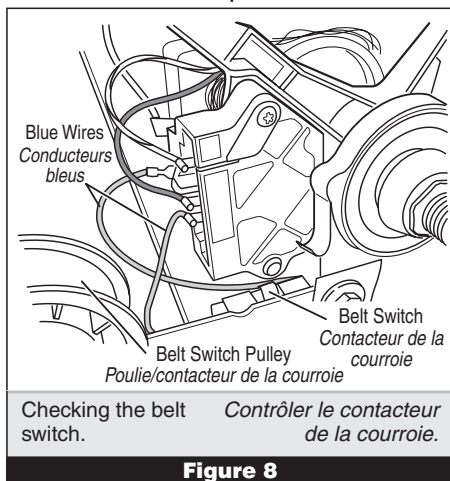

Figure 8
8. Check the belt switch by measuring resistance between the two blue wires, as shown in figure 8, while pushing up the belt switch pulley.
8. Contrôler le contacteur de la courroie : mesurer la résistance entre les deux conducteurs bleus (voir la figure 8) tout en poussant vers le haut l'ensemble poulie/contacteur.